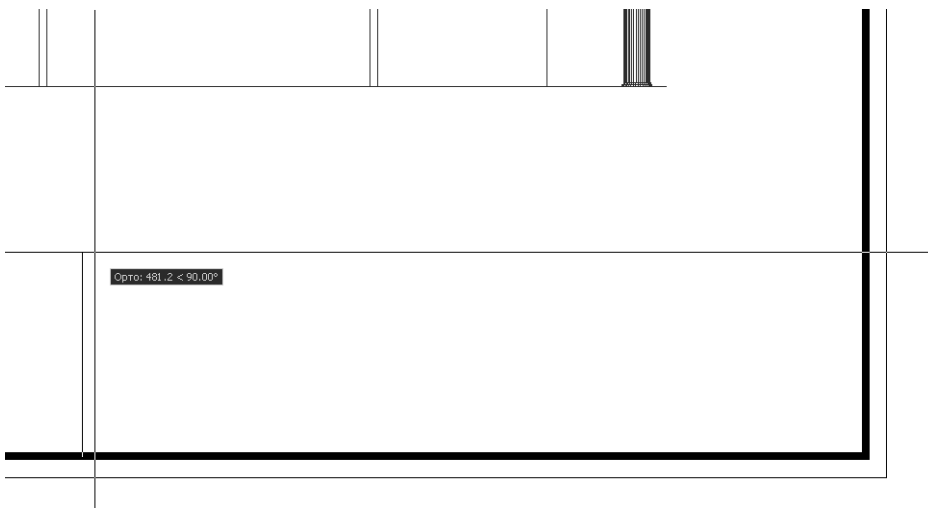

Рис. 10.22 ▼ Создание первого вертикального сегмента полилинии основной надписи
2. Запустите инструмент **Полилиния** (Polyline), воспользовавшись командой **Черчение** ⇒ **Полилиния** (Draw ⇒ Polyline) или щелкнув на кнопке **Полилиния** (Polyline) панели инструментов **Черчение** (Draw). Для запуска инструмента **Полилиния** (Polyline) из командного окна введите команду **Плиния** (PLINE) или просто **пл** (PL).
4. AutoCAD предложит задать величину смещения. Переместите указатель мыши влево и, когда AutoCAD распознает направление 180°, введите **1850** (185 мм в масштабе 1:10). Таким образом, создаваемая полилиния будет начинаться левее 1850 мм правого нижнего угла рамки (рис. 10.22).